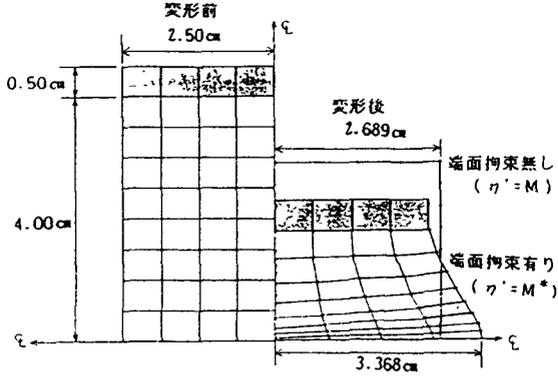
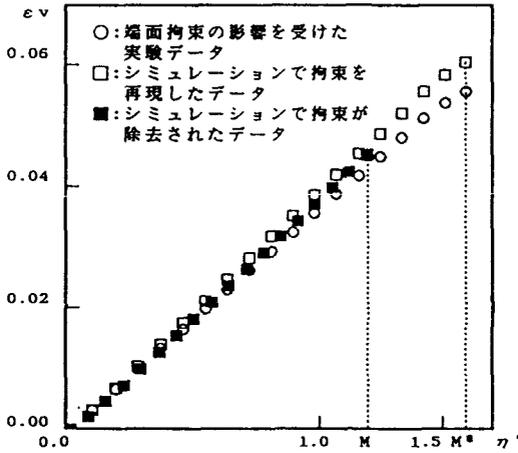
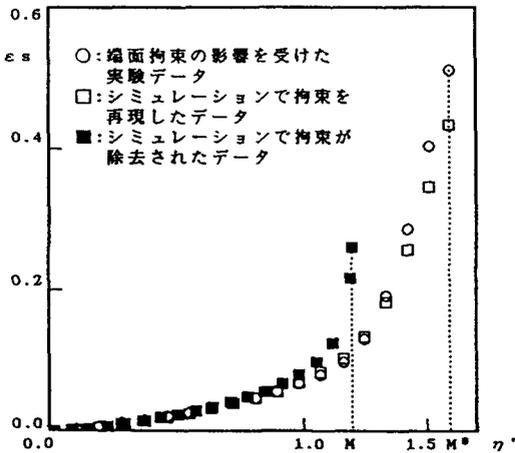

図1. 成形時および破壊時の三軸供試体の形状
図2. 真の体積ひずみ挙動の逆算
図3. 真のせん断ひずみ挙動の逆算
2. 三軸試験データより端面拘束の影響を除去するテクニック 図1は、三軸供試体の縦断面の4分の1を表している。左側半分は供試体成形時のもので上端部に剛なキャップが取り付けられている。供試体の寸法は直径5cm、高さ8cmである。この場合、通常の寸法比(高さ/直径=2倍強)と異なりわざと端面拘束の影響を生じやすくさせるために高さを幾分低くしている。以下、フローチャートの順番にしたがって提案手法を説明していく。
(イ) 図1(左)の要領で、供試体の両端面を完全に拘束した三軸試験を実施する。すなわち、等方圧密($p' = 2.0 \text{ kgf/cm}^2$) 修了後に平均主応力一定排水条件でせん断する。今回は、手法の有効性を調べるために、カムクレイモデルを組み込んだ有限要素法²⁾による数値シミュレーション実験を行っている。
(ロ) 端面拘束の影響を受けた三軸試験結果、すなわち、破壊に至るまでの体積ひずみとせん断ひずみが図2、図3の白丸のプロットのように得られる。また、図1(右)に破壊時の供試体形状を示すが、典型的なたる変形を呈していることがわかる。なお、同図中の M^* は破壊時の応力比を表すが、*は端面拘束の影響を受けているパラメータであることを意味する。
(ハ) 図2の体積ひずみの変化は体積ひずみが状態量であるために比較的端面拘束の影響を受けにくい(文献1参照)ので、接線勾配 $d\varepsilon_v/d\eta'$ を求めるために、実験公式を図2の白丸データにあてはめて、パラメータ a, b, c を決定する。これより、限界状態 $\eta' = M^*$ における接線勾配 D^* が決まる。
(ニ) さて、ここで確からしいMの値($M < M^*$)を適当に仮定すると、 $\eta' = M$ における ε_v ラインの接線勾配 $d\varepsilon_v/d\eta'$ をはかってDが求められる。さらに、せん断中線形的に端面拘束の影響が増加すると考えて、図3の白丸のせん断ひずみのデータを修正する。修正されたせん断ひずみデータより Λ と N' からなるパラメータの値f(Λ, N')が得られるが、確からしい Λ の値を適当に仮定して N' を求めておく。
(ト) 端面拘束の影響を入れた三軸試験の数値シミュレーション結果(ハ)と、端面拘束の影響を受けた本当の三軸試験結果(ロ)を比較して、うまくフィットしてない場合には(ニ)に戻り、Mもしくは Λ の値を決め直す。図2、図3の白四角のプロットのように白丸のプロットにフィットしている場合には、(ホ)で得られたM, D, Λ , N' を端面拘束の影響が除去されたパラメータであるとする。
(フ) 結局、これらより図2、図3の黒四角のプロットで示す端面拘束の影響を除去した応力ひずみ曲線を得ることができる。図1(右)に参考のため、端面拘束の影響を受けないときの供試体の破壊時の形状を示している。